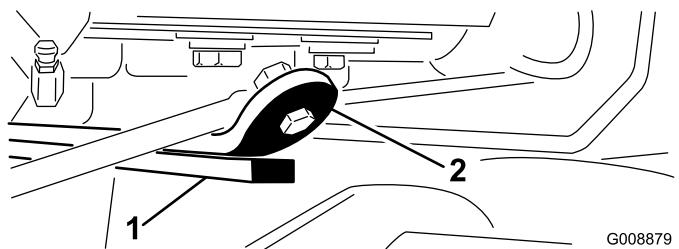

図 14
3. エンジンを始動し、カッティングユニットを上昇させ、後ろカッティングユニットのウェア・バーの上部についているウェア・ストラップからバンパー・ストラップまでの距離が 0.5~2.5 mm の間にあるかどうか点検する（図 14）。